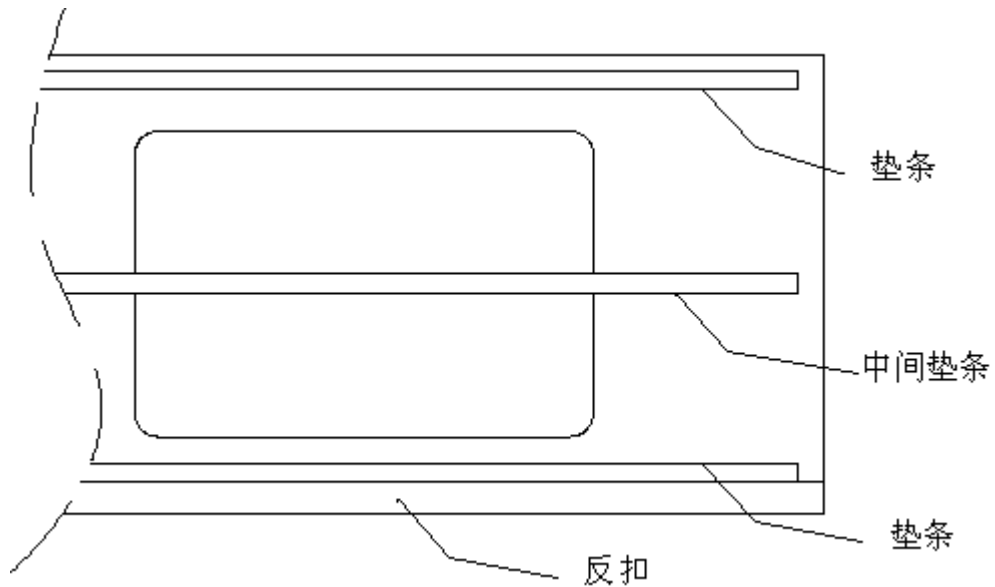

图 5-4-7
5.4.7.2 台面水槽、灶台（除人造石灶台）等开孔处垫条不可切断（现场切），垫条不长于台面，垫条安装好后与反扣高度一致。以 600mm 深度横向粘贴 3 根垫条为基准，深度每增加 200mm，横向多铺垫一条垫条。垫条粘贴距离等分，无明显歪斜。如图 5-4-7：